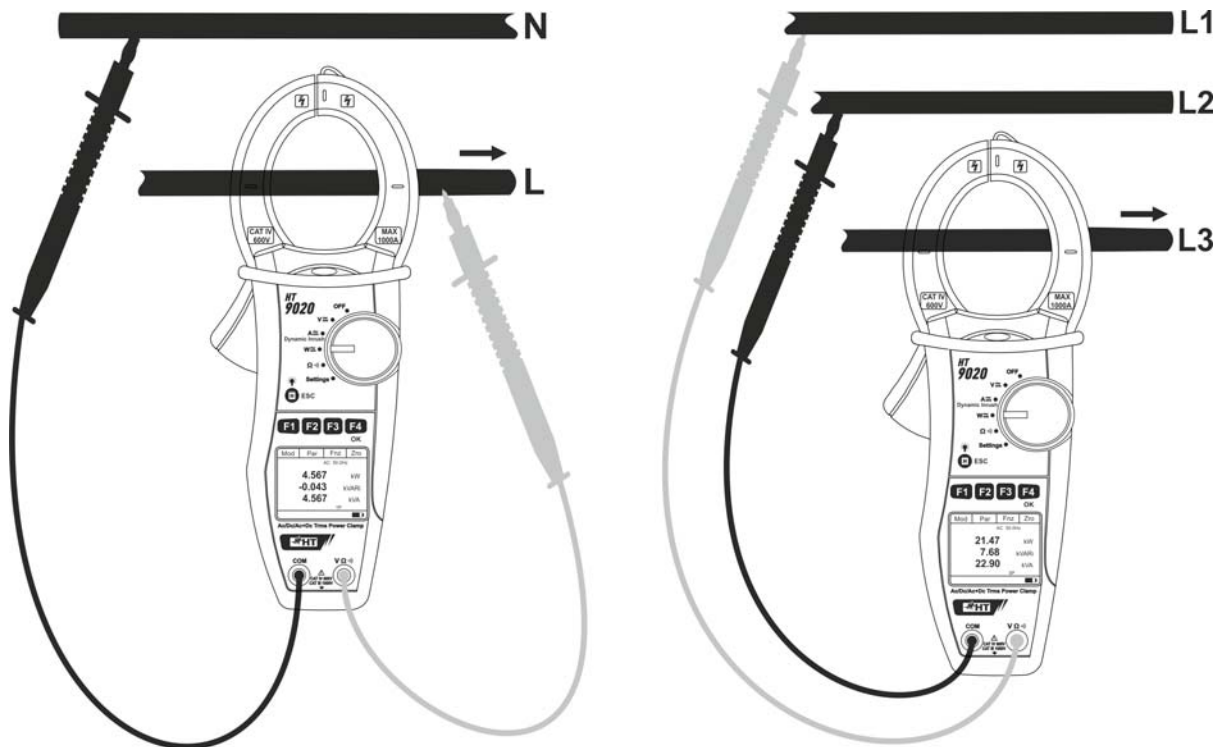

Abb. 12: Messung von AC/AC+DC (1- oder 3 –Phasen)
5. Verbinden Sie die rote Messleitung mit der **VΩ[~]** Eingangsbuchse, und die schwarze Messleitung mit der **COM** Eingangsbuchse, und verbinden Sie das Gerät, wie in der Abb. 12 beschrieben wird.
Setzen Sie den Leiter ins Zentrum der Zangenöffnung, damit Sie eine genauere Ablesung der Messwerte erhalten. Auf die vorhandenen Ausrichtungsmarkierungen Bezug nehmen (siehe Abb. 12).